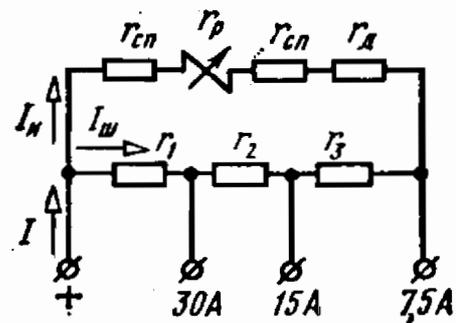

Рис. 12.21
12.21. Рассчитать многопредельный шунт (рис. 12.21) к измерительному механизму типа М340 на пределы измерения токов 7,5; 15; 30 А.